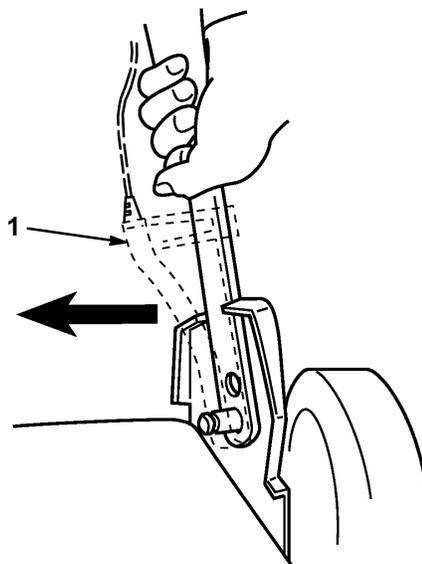

Figure 14
1. Lors du réglage de la hauteur de coupe, glisser l'ancrage de câble sur le guidon pour aligner le trou de cet ancrage sur le trou choisi du guidon. Engager les trous sur les goujons du support de guidon (Fig. 14).